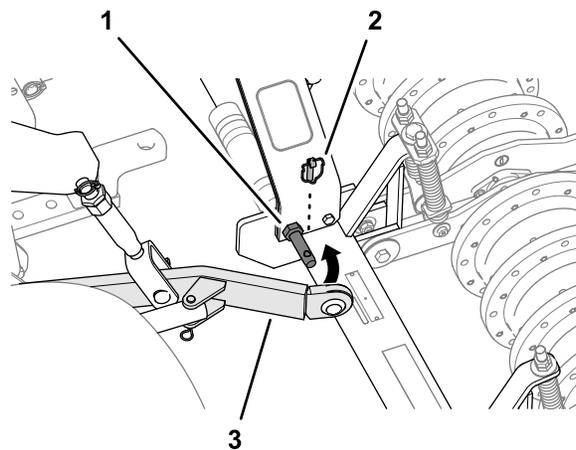

图17
4. 放置打孔机使主机的下连杆臂与打孔机的提升臂销对齐图17。
5. 将下连杆臂安装至提升臂销并用保险销固定图17。